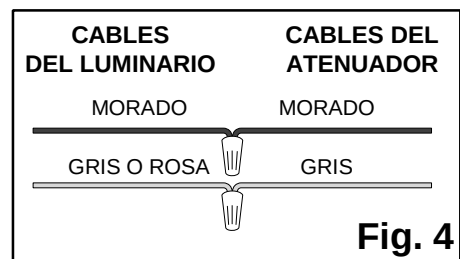

Fig. 4
13. Conecte los **cables de atenuación** morado (+) y gris/rosa (-) **del luminario** a los cables correspondientes del atenuador 0-10V de pared (**Fig. 4**).